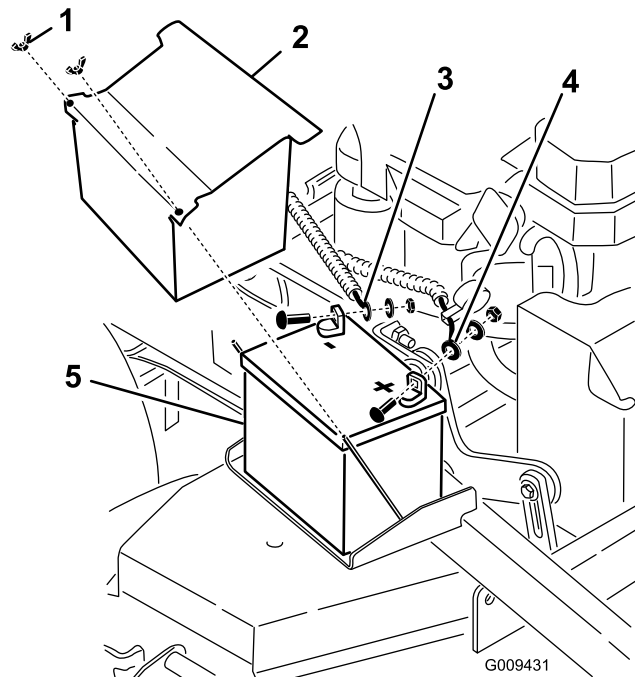

Bild 52
3. Nehmen Sie die Gummiabdeckung vom Minuskabel ab. Klemmen Sie zunächst das Minuskabel vom Minuspol (–) der Batterie ab (Bild 52).
4. Ziehen Sie die rote Polkappe vom (roten) Pluspol der Batterie ab. Ziehen Sie dann das (rote) Pluskabel ab (Bild 52).
5. Entfernen Sie die Batteriebefestigungsplatte (Bild 52) und nehmen Sie die Batterie heraus.
1. Setzen Sie die Batterie in die Maschine (Bild 52).
und Schraube an (Bild 52). Schieben Sie die Gummiabdeckung über den Batteriepol.
4. Klemmen Sie dann das Minuskabel und Erdkabel am Minuspol (–) der Batterie mit einer Mutter, Scheibe und Schraube an (Bild 52). Schieben Sie die Gummiabdeckung über den Batteriepol.